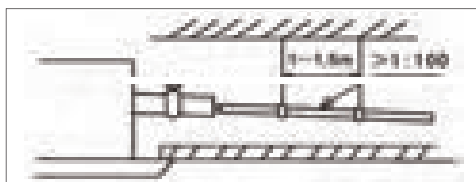

Рис. 2
- Необходимо обеспечить достаточную разницу высот при прокладке дренажного трубопровода. Труба должна быть установлена под углом (1/100–150) для беспрепятственного отвода конденсата (рис. 2).